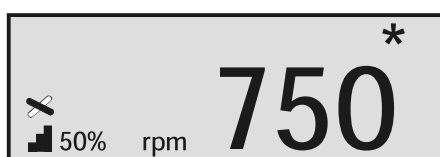

Bild 10: Anzeige Rühren
- ◆ Verlassen Sie das Menü durch Drücken des Einstellrades (8).
Das Anzeigenfeld (10) schaltet zurück zur Anzeige Rühren (Bild 10).
- ◆ Bestätigen Sie alle Einstellungen durch erneutes Drücken des Einstellrades (8). Wiederholen Sie den Vorgang bis wieder die Anzeige Rühren erscheint (Bild 10).
- ◆ Drücken Sie die Programmtaste (9), unter der Sie die Einstellungen vorgenommen haben. Die Einstellungen werden gespeichert, und es erscheint wieder die Anzeige Rühren (Bild 10).